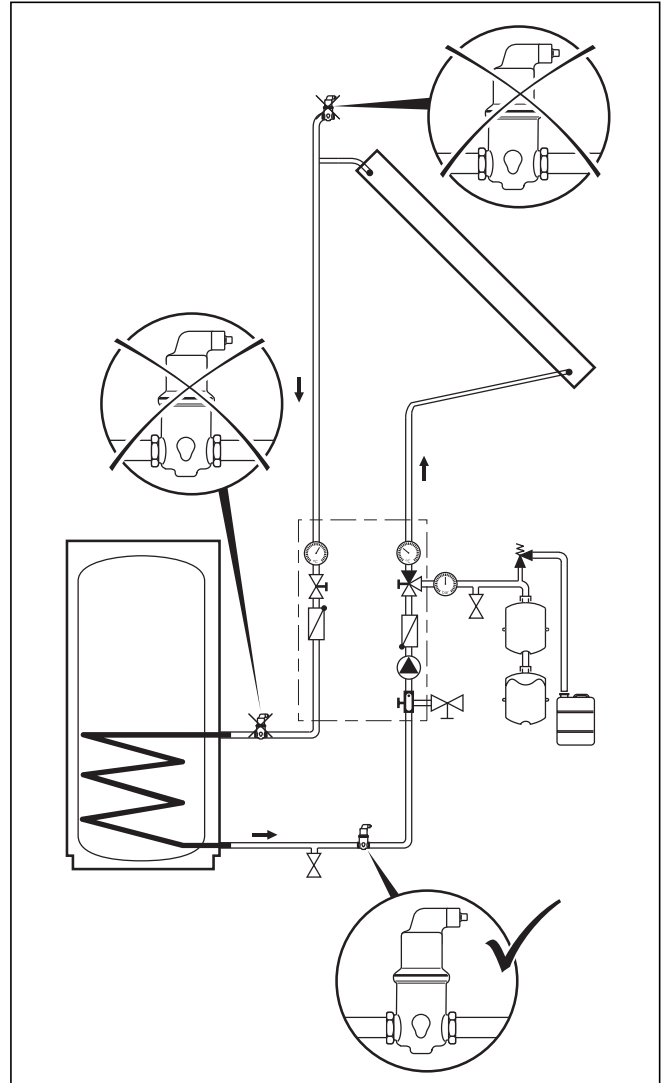

Fig. 6.3 Automatisk luftudskillesystem
- udluftning via et luftudskillesystem (→ Fig. 6.3)